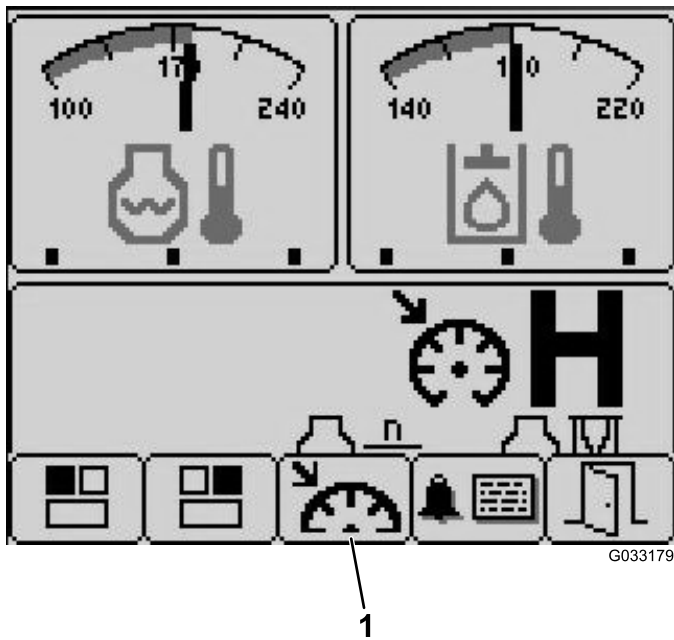

Figura 20
3. Pulse el botón 3 para acceder a la pantalla de Control de crucero (Figura 20).